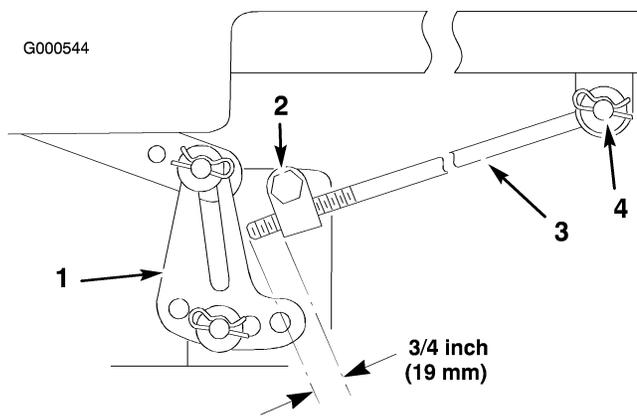

Figure 46
- Mesurer la longueur de tige qui dépasse du bloc de réglage sur les côtés du châssis (Figure 46).
rondelle de l'extrémité de la tige (Figure 46), puis vissez ou dévissez la tige jusqu'à obtention de la longueur requise.